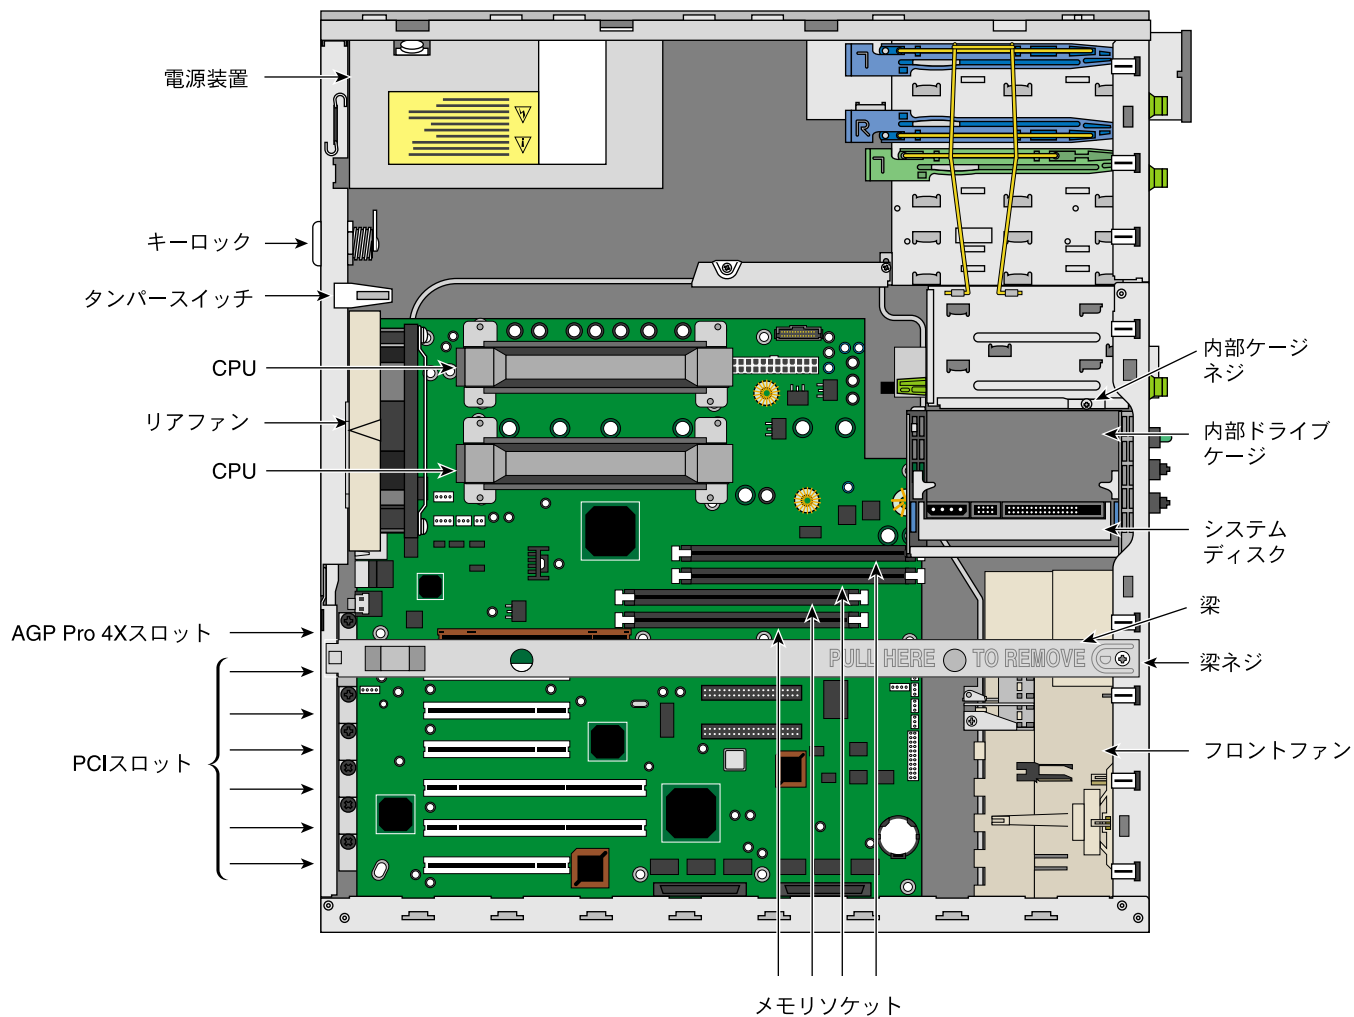

図1-4 内部構造
本節では、図1-4に示すような、Silicon Graphics 550 Visual Workstationの本体内部の主なコンポーネントの位置について説明します。
- Silicon Graphics 550 Visual Workstation は、フロントシステムファン1台とリアシステムファン2台の合計3台のファンで冷却されます（図 1-4 を参照）。フロントファンは、冷却空気を本体内へ送り込み、2台のリアファンは、暖まった空気を本体の外へ排出します。リアファンのうち1台はリアパネルに取り付けられており、もう1台は電源装置に取り付けられています。